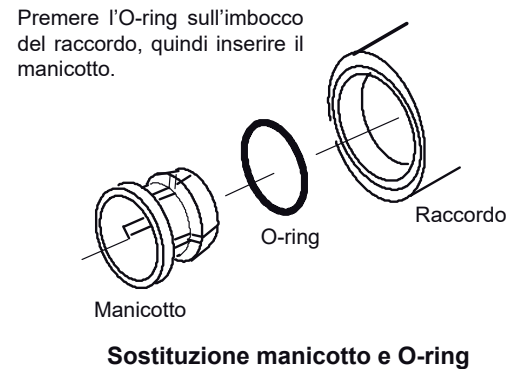

FIG. 26
Rimuovete il manicotto e l'O-ring dal supporto con l'aiuto di un piccolo cacciavite. Non raschiate le pareti interne del supporto. Cfr. Fig. 26 & 27.
1. Pulite il supporto del collare, lubrificate con l'aiuto di un silicone a base di lubrificante, e inserite l'O-ring alla bocca del supporto. Cf Fig 26 & 27.
2. Spingete il manicotto all'interno fino a che non è in posizione. Cfr. Fig 26 & 27.